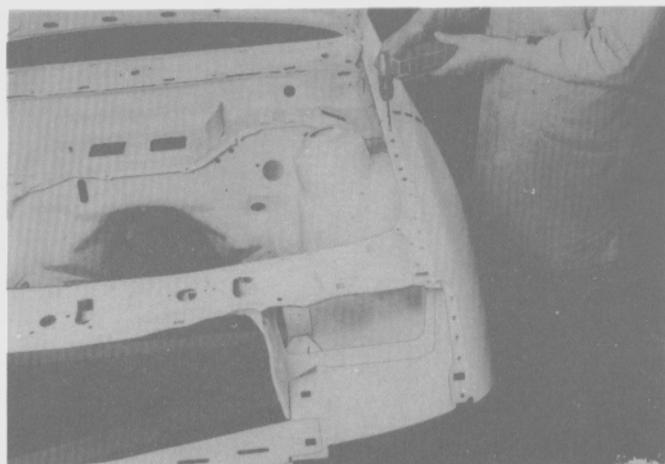

Fig. 68
- Taladrar los puntos de soldadura del guardabarro en la unión con el guardabarro delantero interior y el soporte del radiador (Fig. 68).